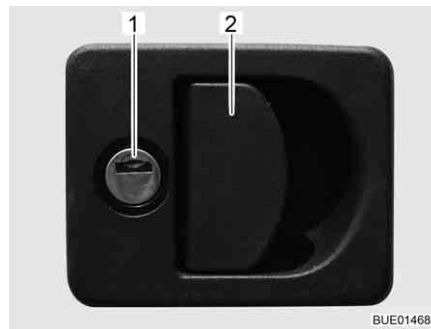

Bild 48 Klappenschloss mit Griffschale
- Schlüssel in Schließzylinder (Bild 48,1) stecken und eine viertel Umdrehung drehen. Das Klappenschloss ist entriegelt.
- Am Schlossgriff (Bild 48,2) ziehen. Die Außenklappe ist geöffnet.